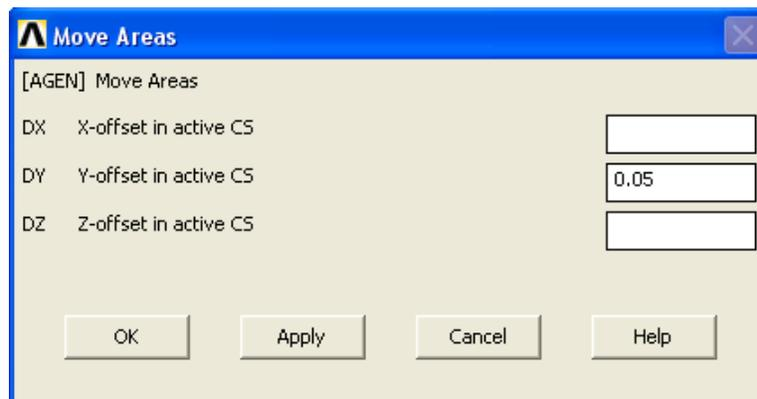

Рисунок 13. Второе окно *Move Areas*
- Во втором окне *Move Areas* необходимо указать направление (вдоль Y) и расстояние (0.05), на которое необходимо перенести модель (Рисунок 13).